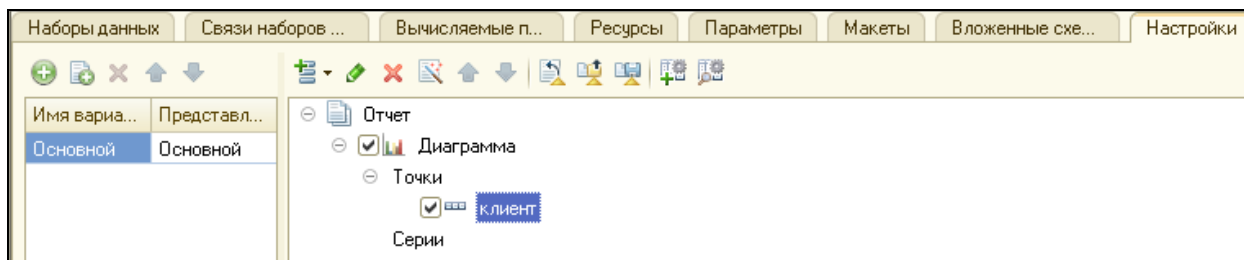

Рисунок 4.55 Добавление группировки по полю клиент
8. Перейти на закладку **Настройки**. Добавить в структуру отчета новую диаграмму. Выделить ветку **Точки**. Добавить в нее группировку по полю Клиент (рис.4.55).